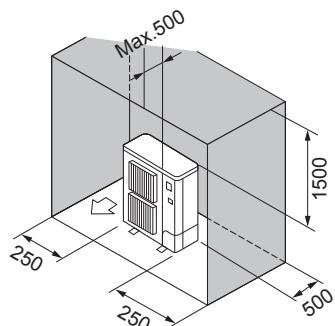

Fig. 2-8
⑥ Hindernisse nur auf der Rückseite, beiden Seiten und der Oberseite (Fig. 2-8)